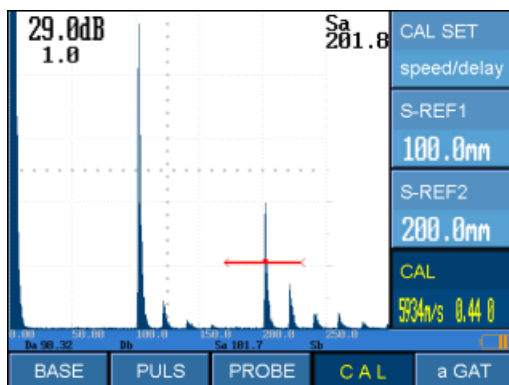

Abb. 7 Ausrichtung von Gate A auf das zweite Rückwandecho
8. Gate A auf das zweite Rückwandecho ausrichten und das Untermenü *Kalibrierung* mit der Taste [◀] auswählen (s. Abb. 7).